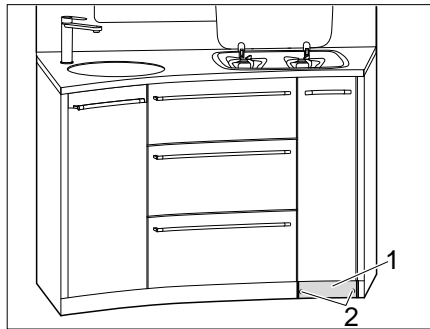

Bild 120 Sockel abschrauben
- 2 Schrauben (Bild 120,2) am Sockel (Bild 120,1) abschrauben.
- Sockel (Bild 120,1) abnehmen.